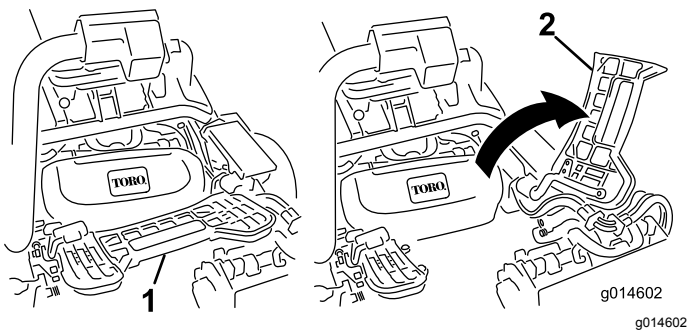

Figure 28
1. Relevez le repose-pieds pour accéder à la position du plateau de coupe central (Figure 28).